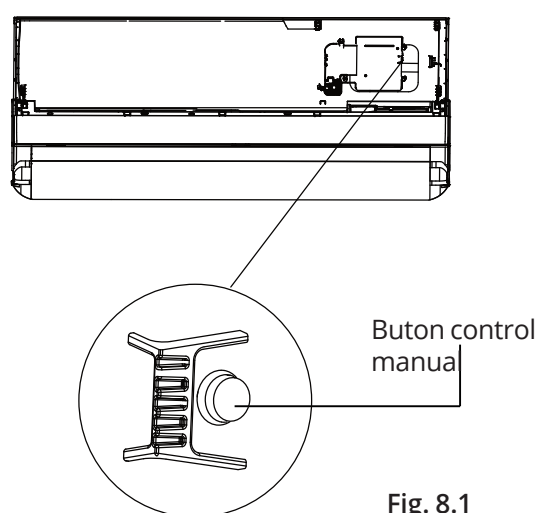

Fig. 8.1
2. Butonul de control manual este localizat în partea dreaptă a unității. Apăsați acest buton de două ori pentru a alege funcția RĂCIRE (COOL). Consultați Fig. 8.1.